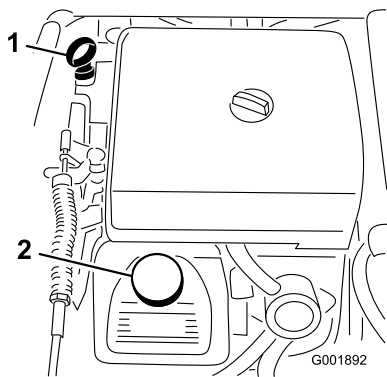

Figura 49
2. Togliete l'asta di livello ed asciugatela con un panno pulito (Figura 49). Inserite l'asta nel tubo e verificate che sia inserita a fondo. Rimuovete l'asta e controllate il livello dell'olio.
3. Se il livello dell'olio è basso, togliete il tappo di rifornimento dal coperchio della valvola (Figura 49) e versate dell'olio fino a portarne il livello al segno di pieno (Full) sull'asta. Versate l'olio lentamente, controllando spesso il livello durante questa operazione. Non riempite troppo.
8. Versate lentamente circa l'80% della quantità indicata d'olio nel bocchettone di rifornimento (Figura 49).